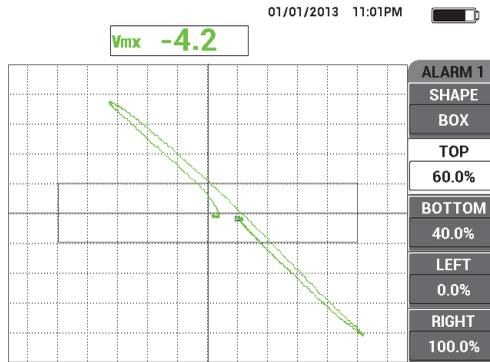

图 5-60 报警参数
1. 根据用户自己的要求，设置报警参数、喇叭或外置喇叭（使声音更大）。要了解有关报警更详细的信息，请参阅第 279 页的“报警菜单”。第 159 页的图 5-60 中显示的报警参数可用作负框报警。